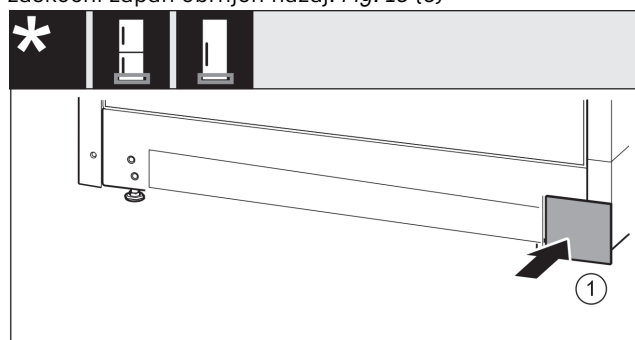

Fig. 17
- ▶ Oblogo ponovno namestite na drugi strani. Fig. 17 (1)